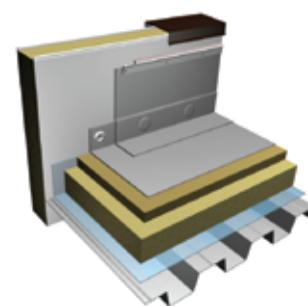

рис.11
1. Затем по краю вертикального ковра из мембраны устанавливается краевая рейка отогнутым бортом вверх. Краевая рейка крепится к вертикальному основанию механически. При установке между отдельными рейками предусматриваются деформационные зазоры шириной 5-10 мм. Выбор крепежа зависит от типа вертикального основания. Шаг крепления составляет не более 200 мм (рис. 11).